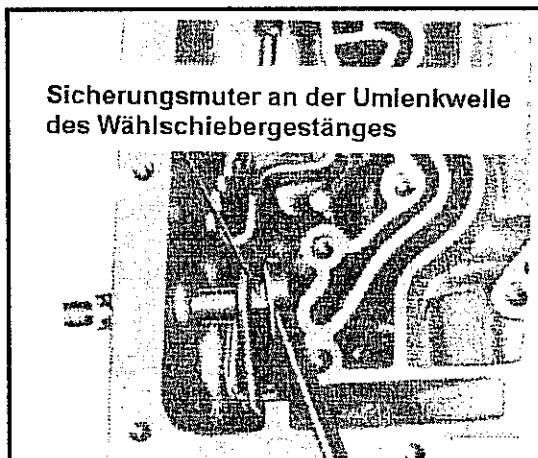

Abb. 10-145 Montage der Sicherungsmutter innen an der Umlenkswelle zum Wählschieber
- Die Sicherungsmutter an der Umlenkswelle anbringen. Die Mutter auf 40 Nm anziehen. Siehe Abb. 10-145. Die Haltebuchse der Umlenkswelle im Gehäuse einsetzen.